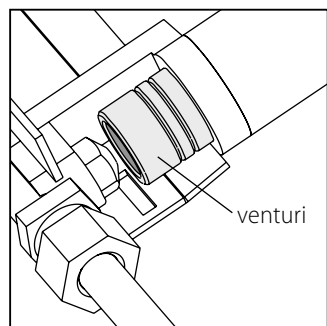

figure 2
- 8 Remise en marche du Venturi (voir figure 2) :